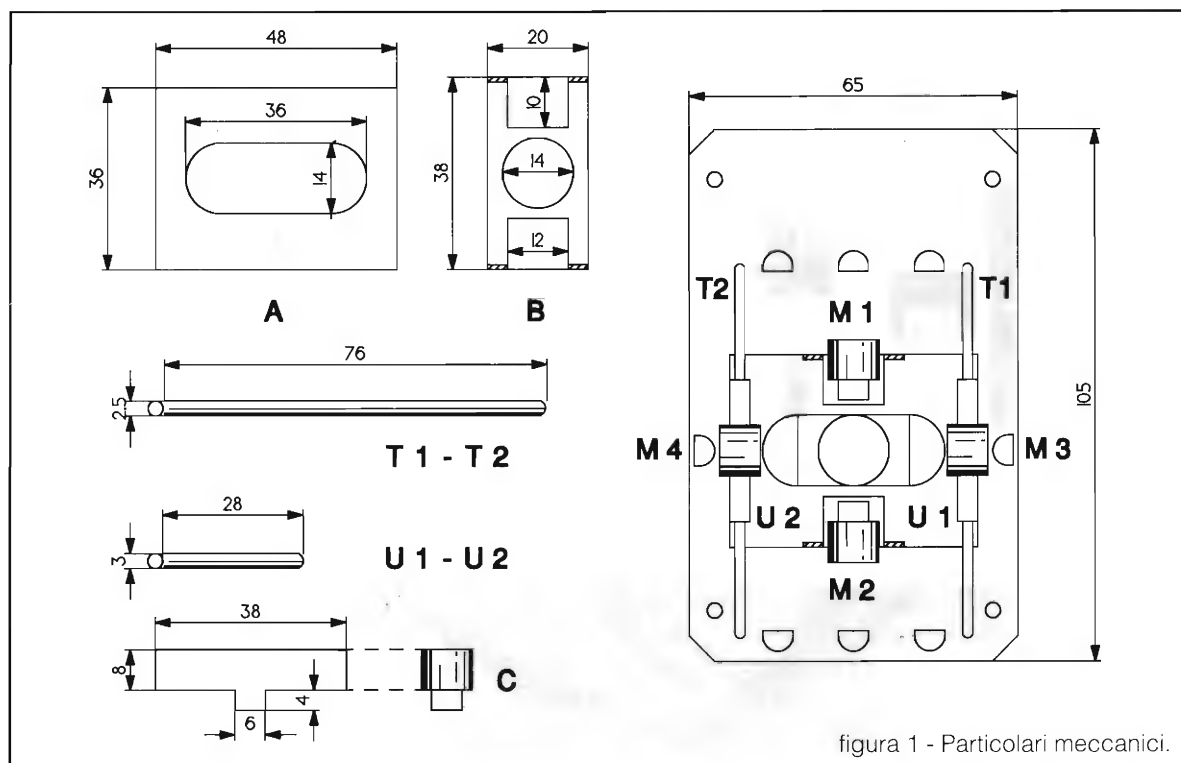

figura 1 - Particolari meccanici.
Tale slitta è composta da due pezzi (A e B) illustrati in figura 1, e sui quali vengono saldati i supporti cilindrici (C) dei magnetini che eccitano le sonde.
Di questi integrati ne sono stati impiegati otto: sei per le marce e due per la posizione di folle. La loro disposizione è indicata sulla basetta D di figura 1.
Ora si può passare alla preparazione di tutti i particolari disegnati in figura 1, ben inteso dopo avere apportato alle quote segnate le opportune correzioni suggerite dalla verifica "sul campo".
L'ultimo disegno della figura 1 rappresenta tutto l'insieme meccanico montato sulla basetta D e su questa si vedono posizionate anche le 8 sonde e il connettore strip a sette poli.
L'ultima fatica meccanica consiste nel fissare i supporti dei magneti - dopo averli piegati a cilindro e saldati - sulle due slitte nelle quattro posizioni indicate in figura 1. M1 e M2 vanno saldati all'appendice ripiegata d'ottone della slitta B; M3 e M4 invece, vanno saldati sia alle guide che alla base ramata della slitta A.